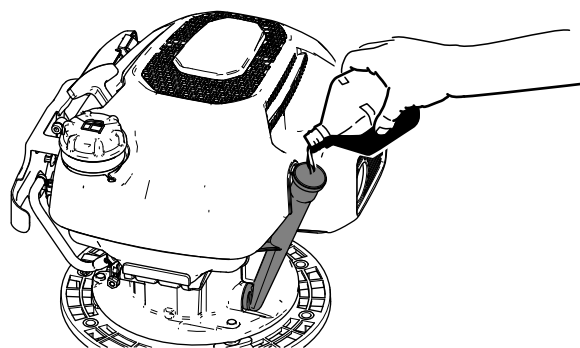

Рисунок 15
3. Медленно залейте масло указанного типа в маслозаливную горловину (Рисунок 15) и подождите 3 минуты.